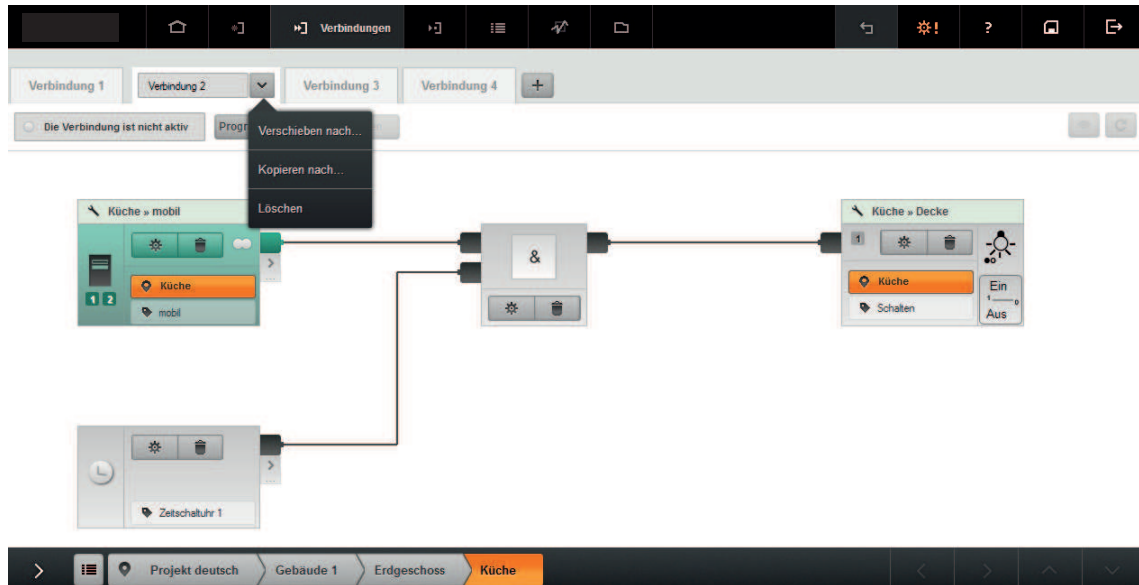

Bild 49: Funktionen Verschieben nach..., Kopieren nach..., Löschen
Die Funktion **Kopieren nach** ermöglicht einen Plan zu kopieren und gleichzeitig in einen anderen Installationsort zu verschieben. Mit der Funktion **Verschieben nach** kann ein Plan nachträglich in einem anderen Installationsort verschoben werden. Um einen Plan über die Funktion **Löschen** zu löschen, muss der Plan zuvor deaktiviert werden. Beim Löschvorgang werden alle Verbindungen entfernt. Geräte inklusive Parametereinstellungen bleiben im Projekt enthalten. Alle Funktionen werden über ein Drop-down-Menü aufgerufen (Bild 49).
- Über die Pfeiltaste  das Menü öffnen und die Funktion **Verschieben nach** wählen (Bild 49).
- Über die Pfeiltaste  das Menü öffnen und die Funktion **Kopieren nach** wählen (Bild 49).
- Über die Pfeiltaste  das Menü öffnen und die Funktion **Löschen** wählen (Bild 49).